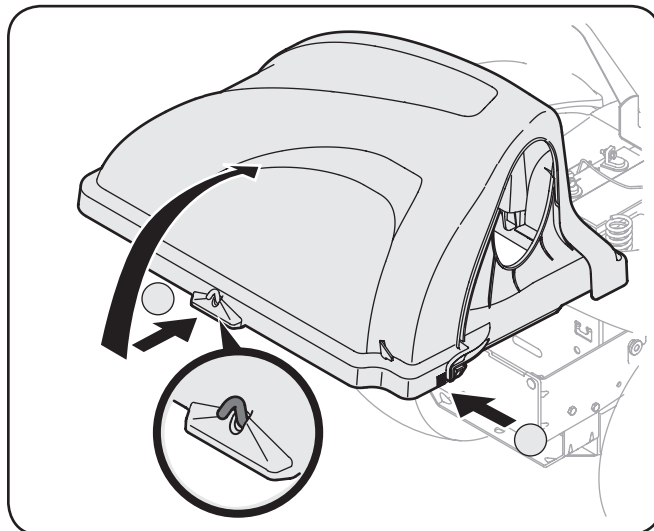

Figure 4-16
7. Ouvrez le capot en appuyant sur l'arrière, la languette du côté droit avec votre main droite, comme illustré au point 1 de la Figure 4-16, et levez le couvercle avec votre main gauche placée sur à l'arrière du centre du couvercle du dispositif d'ensachage, point 2.